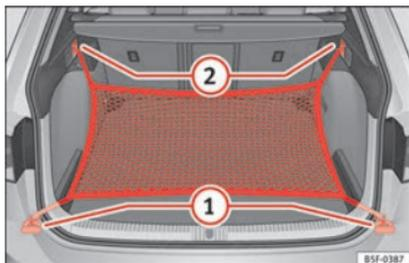

Fig. 177 Nel bagagliaio: occhielli ① e ganci ② per agganciare la tasca a rete (modello LEON ST).
- Fissare i ganci corti della rete agli occhielli di ancoraggio »» fig. 177 ① »» ⚠. La cerniera della tasca dev'essere rivolta verso l'alto.
- Fissare le cinghie nei ganci per appendere borse ②.